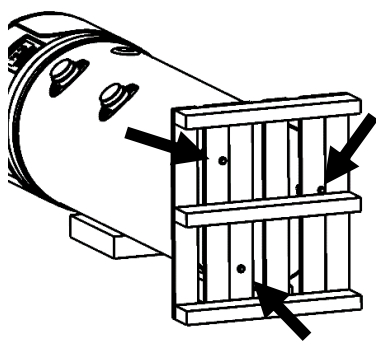

Fig. 2b;
- Desserrez les trois vis qui fixent la pompe à chaleur à la palette fig. 2b;